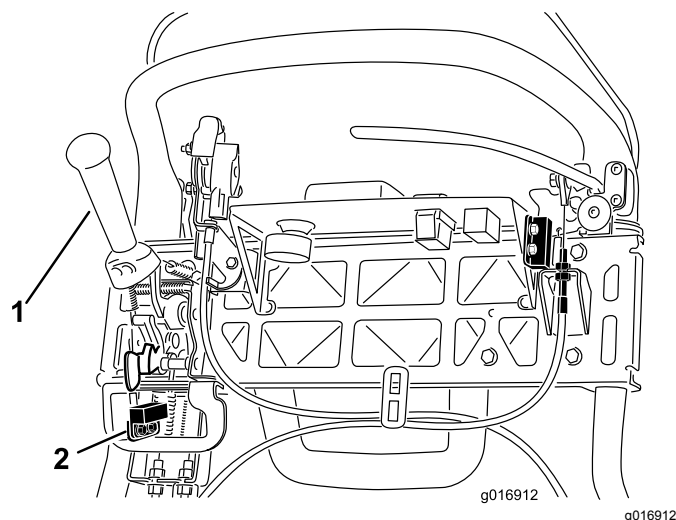

Bild 42
4. Lösen Sie die Befestigungsschrauben des Sicherheitsschalters (Bild 42).
5. Legen Sie eine 1,6 mm dicke Unterlegscheibe zwischen den Fahrtriebshebel und den Sicherheitsschalter (Bild 42).